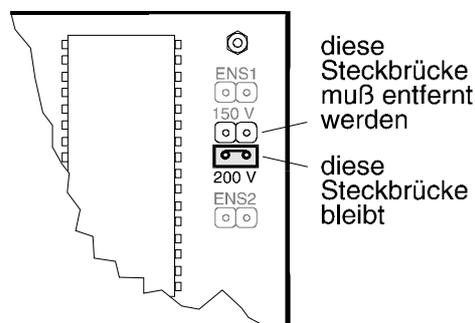

Abbildung 3.8: Steckbrückenkonfiguration für den PV-Eingangsspannungsbereich 100 V ... 200 V DC (nur *Sunny Boy 700*)
- Für diesen Eingangsspannungsbereich muß die Steckbrücke unter der 150 V-Beschriftung entfernt werden (siehe Abb. 3.8). Dieses geschieht durch einfaches Abziehen des Steckers von der Platine. Die Steckbrücke über der 200 V-Beschriftung muß gesteckt bleiben.